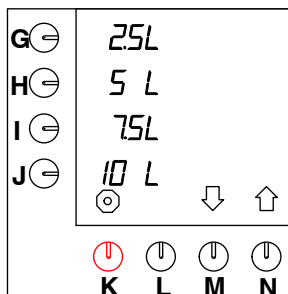

Fig. 23 Standardforvalgknapper
Automaten er som standard indstillet til enheden L (= liter). Denne enhed kan ændres. (Denne enhed er standard i displayet med præferenceknapperne (fig. 23)).
- Tryk på valgknappen (N.)↑, indtil fig. 23 vises i displayet.